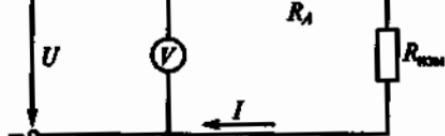

Рис. 170
5.36.Р. В схеме, показанной на рис. 170, вольтметр показывает 1 В, а амперметр 0,1 А. Сопротивление амперметра $R_A = 0,1 \text{ Ом}$.